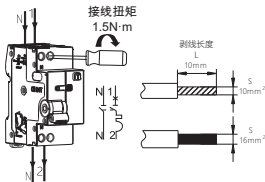

图5 NB5LE-40N接线方式
5.4 适用于铜导线连接，导线选择见表2，接线方式及剥线长度示意如下图5